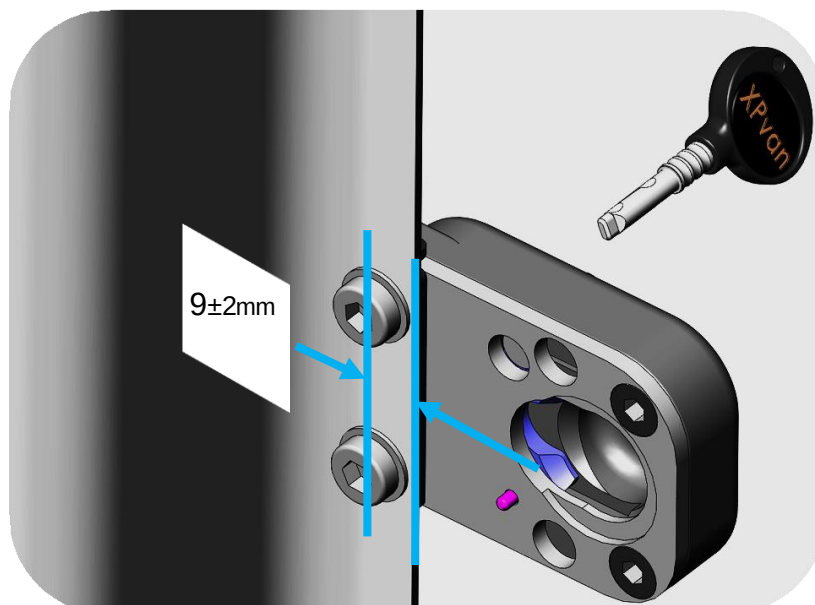

Abb.5
- Die Position der beiden 8-mm-Löcher liegt etwa 9 ± 2 mm von der senkrechten Kante der sich öffnenden Tür entfernt (siehe Abb. 5). Dies ist die stabilste Fläche der Tür. Die angegebene Toleranz soll sicherstellen, dass der Zylinderkopf des M8-Stifts innerhalb der Kante positioniert wird und niemals darüber hinausragt.
Für die Befestigung des Schlossgehäuses werden normalerweise Löcher am äußersten Rand der Hecktür für die beiden M8-Stifte mit Linsenkopf gebohrt. Prüfen Sie vor dem Bohren, ob der Kopf des M8-Stifts innerhalb der Kante liegt (siehe Abb. 5).